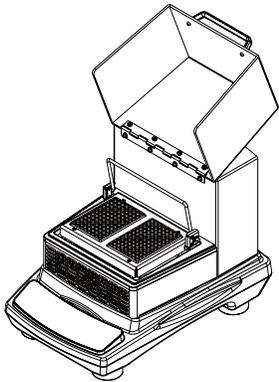

figure 1
1. Ouvrez le couvercle supérieur transparent et soulevez la tige d'extrémité (illustre à la figure 1)